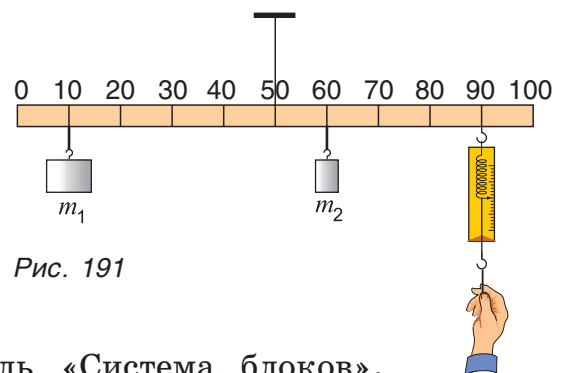

Рис. 191
5. Однородная линейка длиной  $l = 100$  см висит на нити. К линейке подвешены два груза массами  $m_1 = 0,40$  кг,  $m_2 = 0,20$  кг и прикреплен динамометр (рис. 191). Определите показания динамометра, если линейка находится в равновесии. Как изменятся показания динамометра, если грузы поменять местами?